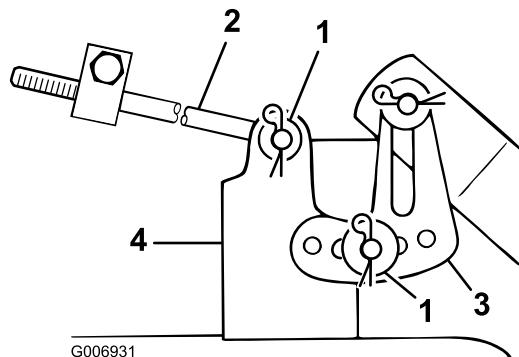

Figure 40
9. Enlevez la goupille fendue et la rondelle de l'extrémité de la longue tige (Figure 40) et glissez la tige hors du support du plateau.
10. Enlevez la goupille fendue et la rondelle de la patte de mise à niveau du plateau de coupe (Figure 40). Dégarez la patte de l'axe de montage et remettez la rondelle et la goupille fendue en place pour ne pas les perdre.